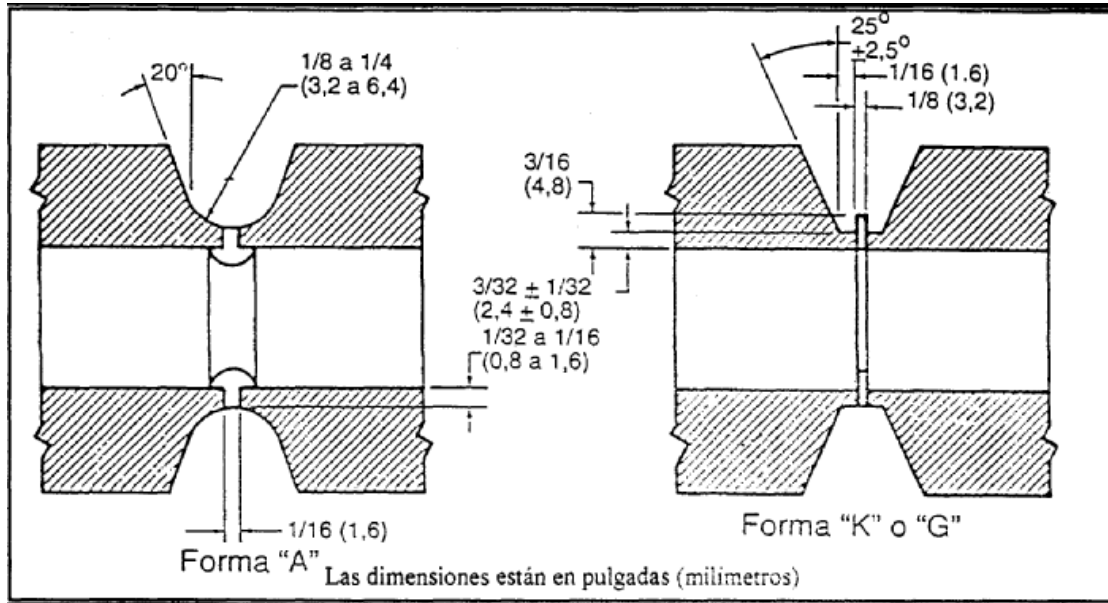

Fig.21: Disposición típica de insertos consumibles en tubería
Los insertos de tipo K ó G se disponen de *forma* excéntrica (ver fig. 21) para el soldeo en posición 5G (ASME) o PF (EN), eje de la tubería en posición horizontal sin girar,